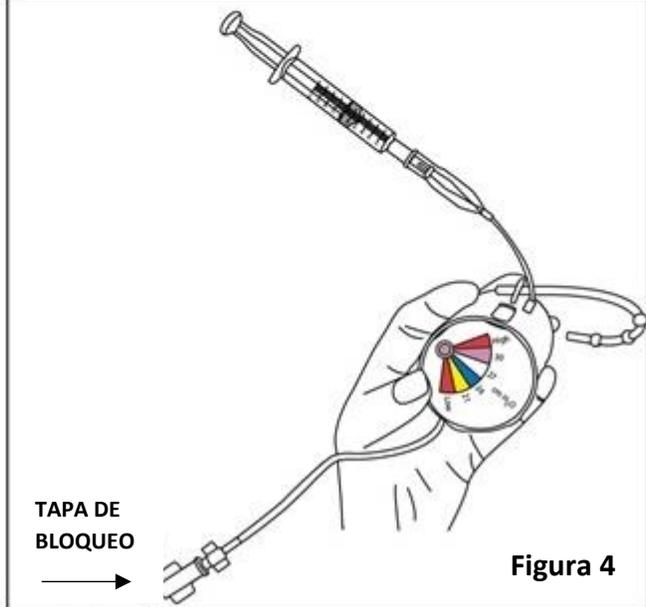

Figura 4
- 1.5. Verifique que la tapa de bloqueo esté sujeta al borde de la alargadera. Conecte una jeringa en el puerto de conexión de jeringas, inserte 10 cc de aire y desconecte la jeringa [Figura 4].